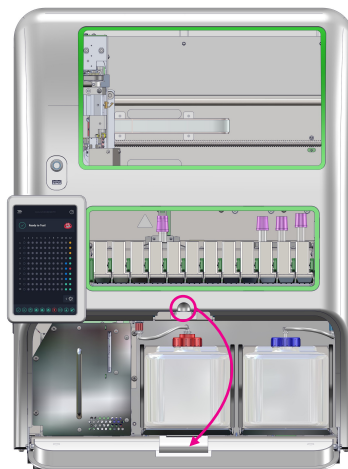

Figura 54
1. Aprire lo sportello anteriore per accedere allo scomparto del flacone (Figura 54).